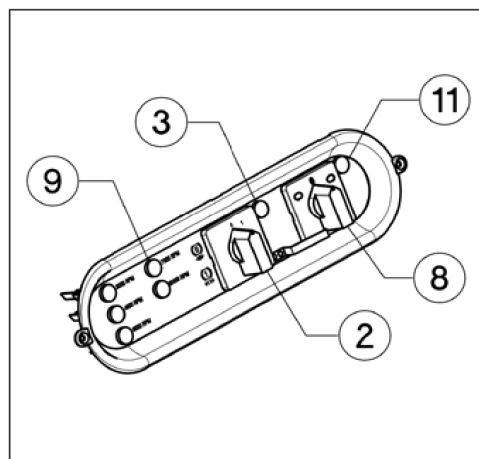

Abb.7
- Es ist nicht möglich, die Maschine zu starten, während die Eingangstür geöffnet ist oder wenn die Bremse-Freigabe-Schalter (Abb. 7,2) auf "1" ist und der gelbe Indikator (Abb. 7.3) leuchtet.
- Die Kontroll-Leuchten (Abb.7,9) geben die Geschwindigkeit der Spindel an.